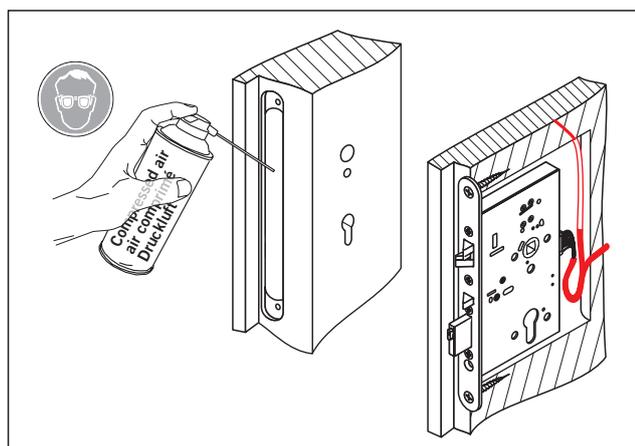

Abb. 22 Türschloss einführen
3. Das Türschloss in den Türblattausschnitt einführen (Abb. 22).